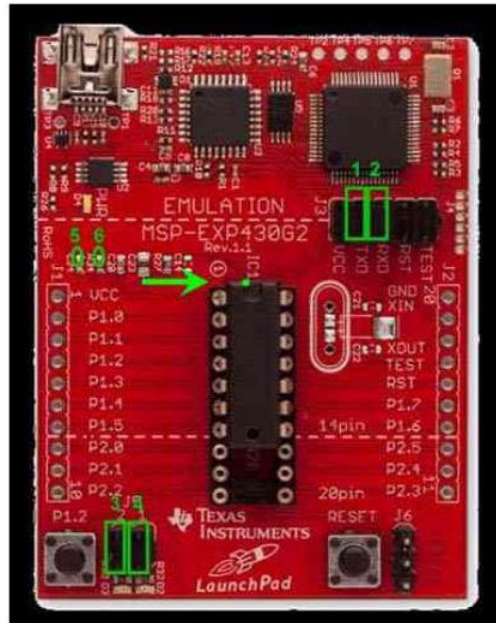

图 2. MSP-EXP430G2 LaunchPad 实验版设置示意图
- 移除(1)(2)(3)和(4)号跳接帽，参考图 2。
- 用烙铁移除电容(5)和电阻(6)， 参考图 2。